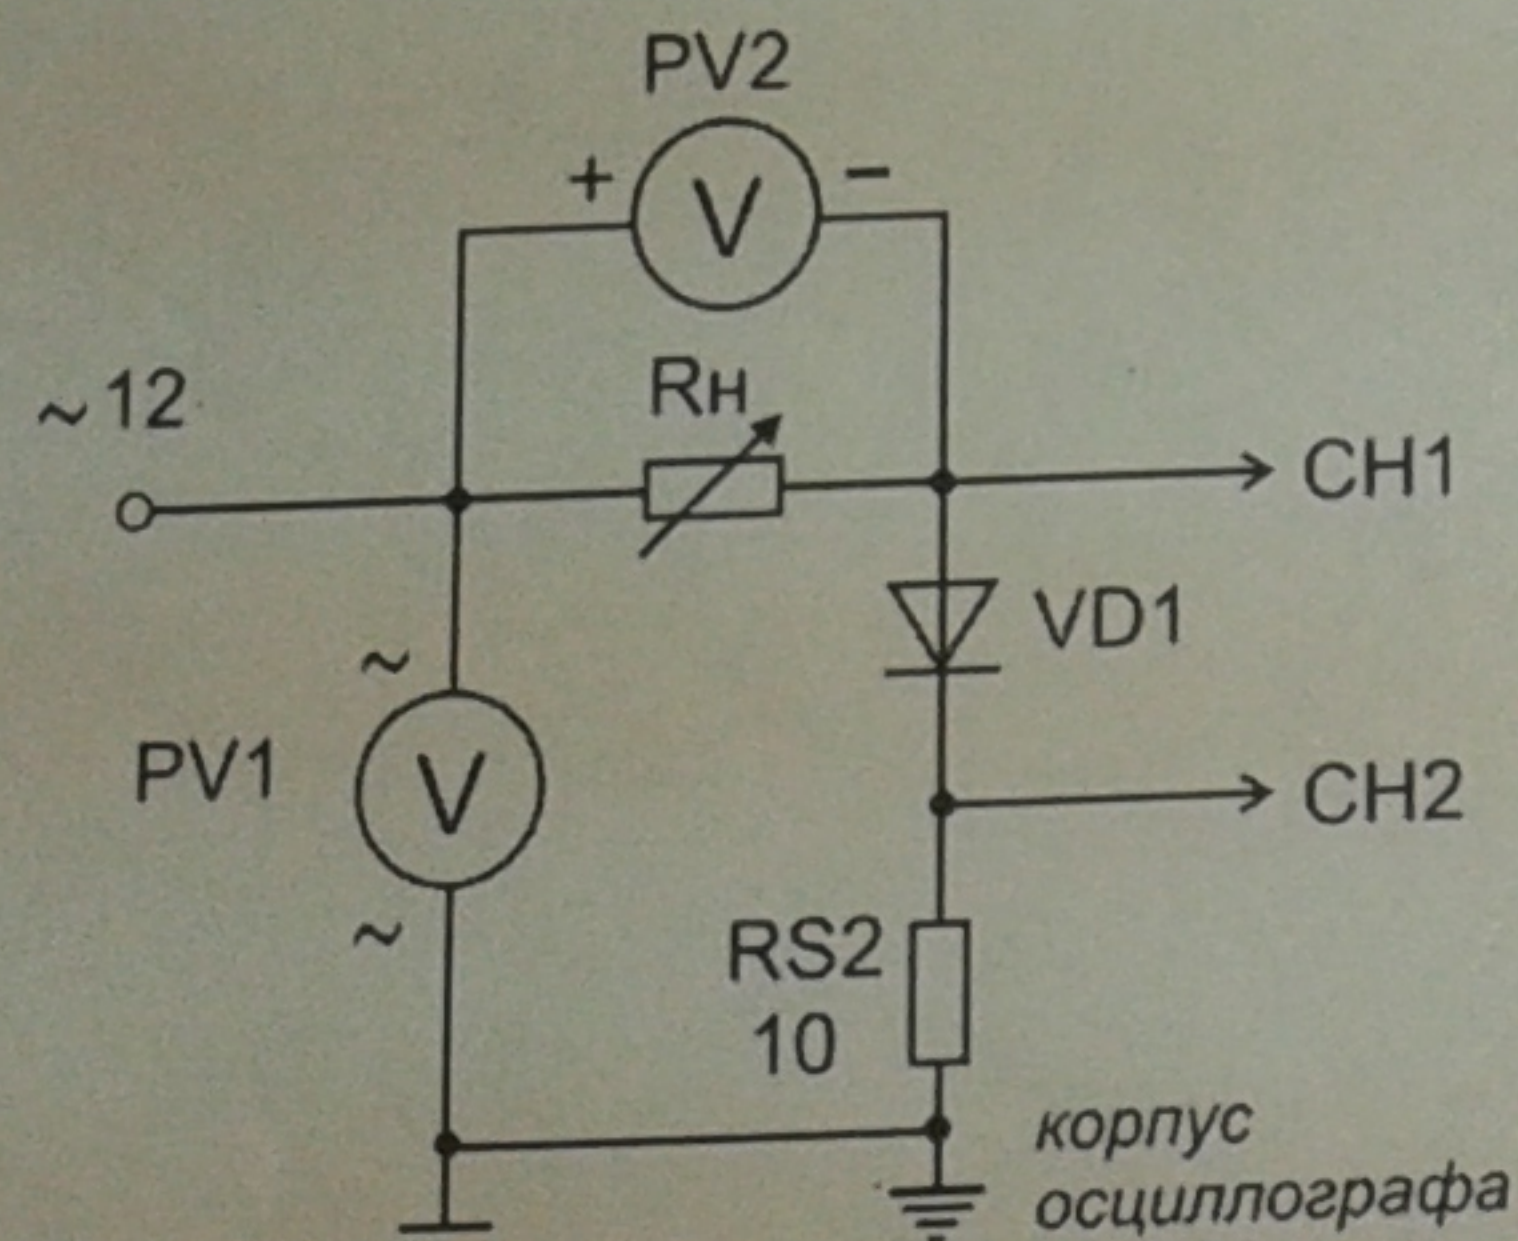

Рис. 1
- Что нужно изменить в мнемосхеме суммирующего счетчика (рис. 1), чтобы получить вычитающий асинхронный счетчик?
а) собрать схему выпрямителя по рис. 1. В качестве вольтметров использовать: PV1 в режиме измерения переменного напряжения, PV2 в режиме измерения постоянного напряжения. Подключить входы осциллографа. Переключатель развертки осциллографа перевести на временную развертку. Установить синхронизацию от сети. На экране осциллографа Вы увидите осциллограммы анодного тока и напряжения на диоде;